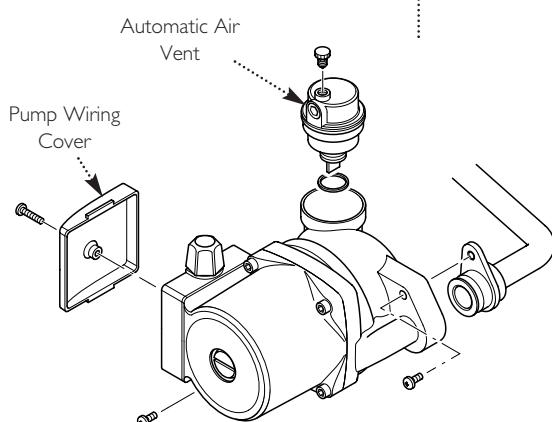

Fig. 78
14.14 Pump - Complete (Fig. 78)
14.15 Automatic Air Vent (Fig. 78)